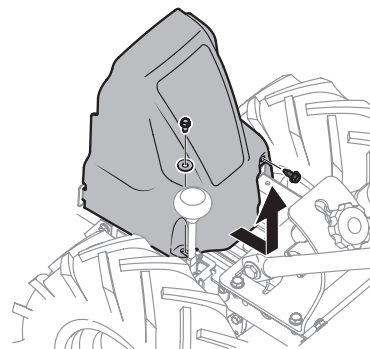

Figure 21
- Lorsque vous sarcliez, utilisez les réglages de faible profondeur pour ne pas atteindre les racines des plantes. Si nécessaire, soulevez le guidon légèrement pour empêcher les dents de creuser trop profondément. En plus d'éliminer les mauvaises herbes, un labourage régulier ameublit et aère le sol, ce qui permet une meilleure absorption de l'humidité et une croissance plus rapide des plantes. Voir Figure 21.
3. Retirez le boulon (1/4-20 x 0,500) et la rondelle plate (0,28 x 0,74 x 0,500) à gauche du couvercle de courroie et le boulon (1/4-20 x 0,500) à droite du couvercle de courroie. Retirez le couvercle de courroie. Voir Figure 21.